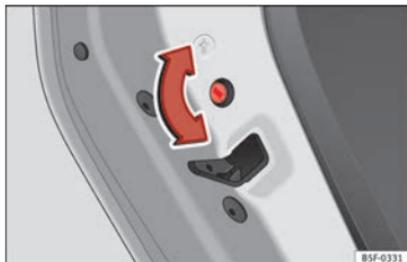

Abb. 105 Kindersicherung in der linken Tür
- Drehen Sie bei geöffneter Tür den Schlitz mit dem Fahrzeugschlüssel bei den linken Türen gegen den Uhrzeigersinn » **Abb. 105**
- Drehen Sie bei geöffneter Tür den Schlitz mit dem Fahrzeugschlüssel bei der rechten Tür gegen den Uhrzeigersinn und bei der linken Tür im Uhrzeigersinn » **Abb. 105**.